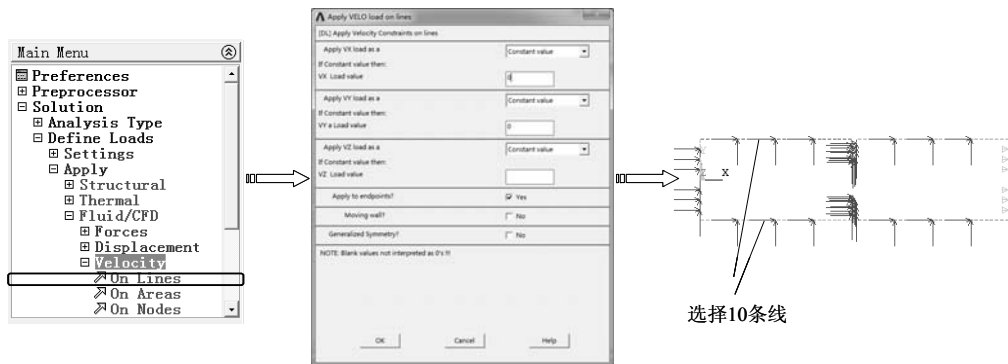

图 10-31 施加深滑移边界条件
4) 选择“Main Menu>Solution>Define Loads>Apply>Fluid/CFD>Velocity>On Lines”命令，弹出实体选取对话框，选择上下 10 条直线后，单击“OK”按钮，弹出“Apply VELO, load on lines”对话框，在“Apply VX load as a”文本框中输入数值 0，在“Apply VY load as a”文本框中输入 0，单击“OK”按钮完成约束，如图 10-31 所示。